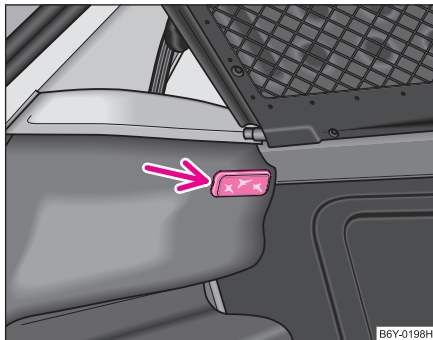

Fig. 185 Demontarea lămpii din portbagaj
- Introduceți o șurubelniță în fanta de lângă lampă ⇒ fig. 185. Ridicați cu atenție lampa.